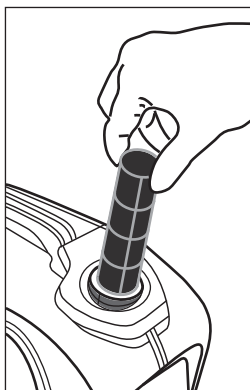

Рис. 24
1. Снимите пластмассовый фильтр (рис. 24), расположенный под крышкой горловины топливного бака.